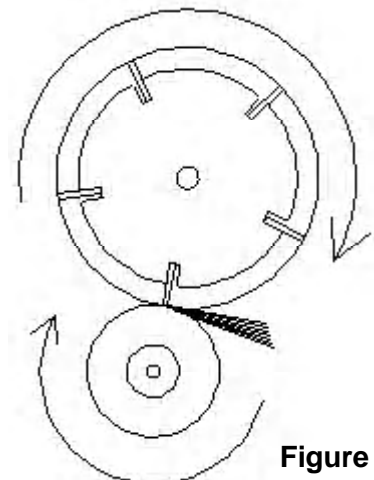

Figure 19
**IMPORTANT** : Lors de l'affûtage, le cylindre doit tourner dans le même sens que la meule. Voir la figure 19.